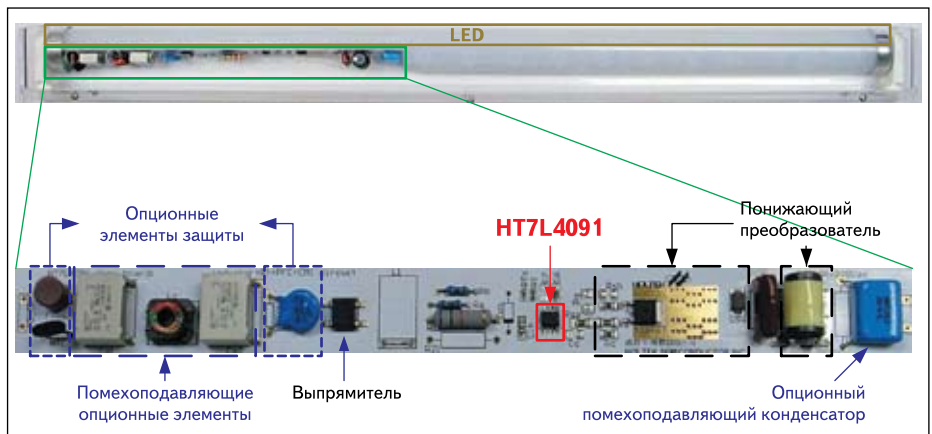
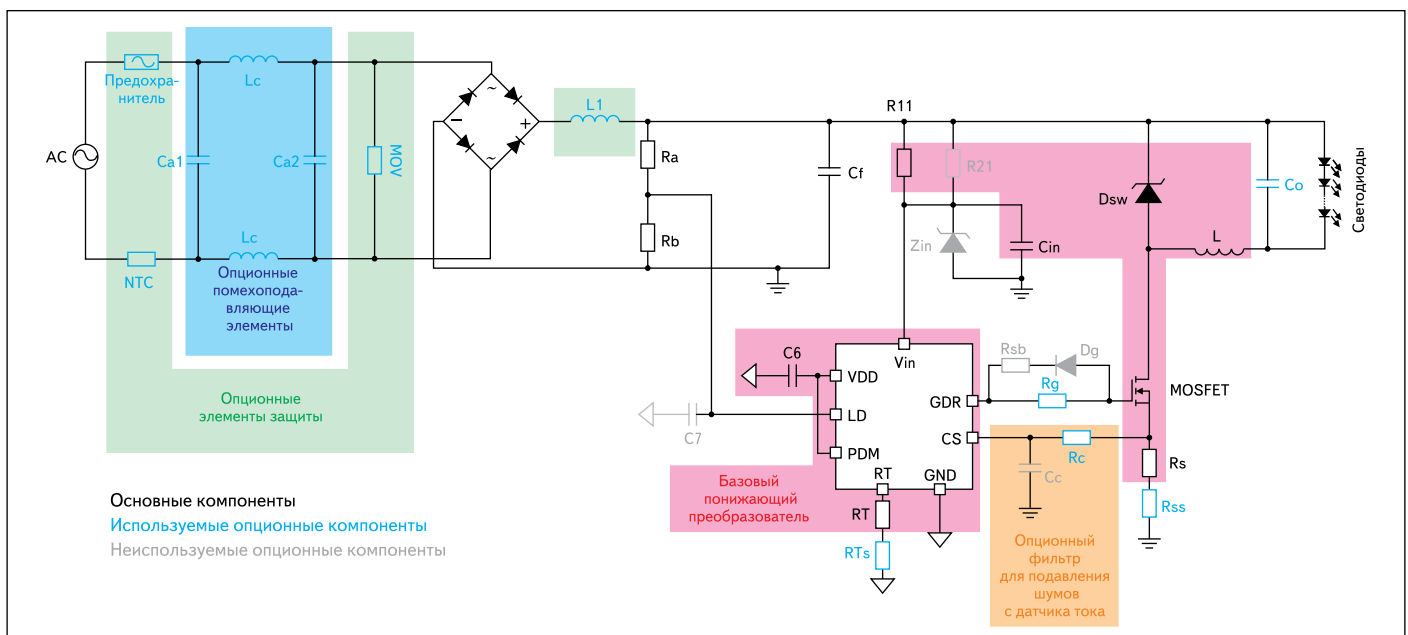

Рис. 7. Внешний вид линейного светильника и платы источника питания
Рис. 6. Схема типового включения микросхемы HT7L4091
Типовое включение микросхемы приведено на рис. 6, а расположение элементов
преобразователя, выполненного по этой схеме, — на рис. 7. Опционные элементы на схеме рис. 6 выделены различными цветами:
- Серым цветом отмечены элементы, устанавливаемые которые необязательно (в варианте конструкции Holtek, показанной на рис. 7, эти элементы отсутствуют).
Величина прямого тока через светодиоды определяется соотношением сопротивлений  $R_a$ ,  $R_b$ , номиналами сопротивлений ( $R_s+R_{ss}$ ) и ( $RT+RT_s$ ). В качестве конденсаторов  $C_f$ ,  $C_o$  можно использовать пленочные конденсаторы емкостью 1 мкФ. Конфигурацию схемы, приведенную на рис. 6, можно использовать при входном напряжении 200–240 В, при этом нагрузкой в исполнении Holtek (рис. 7) является светодиодный кластер из 16 параллельных цепей с десяти последовательно соединенными светодиодами в каждой с общей